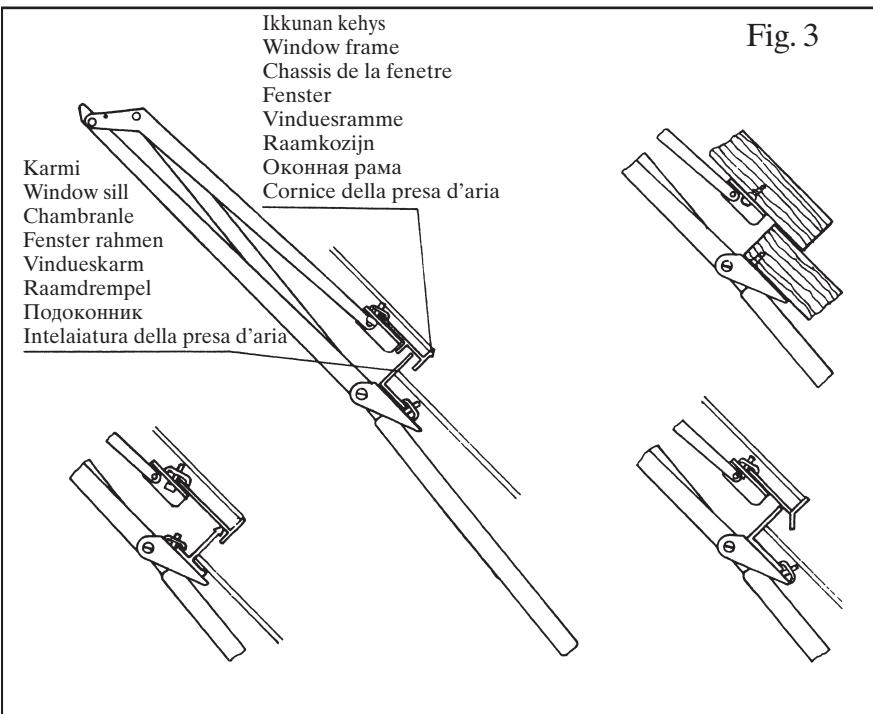

Fig. 3
Установка выполняется с использованием прилагающихся крепежных деталей (11) – см. рис. 3. Не затягивая, установите крепление на оконный кронштейн